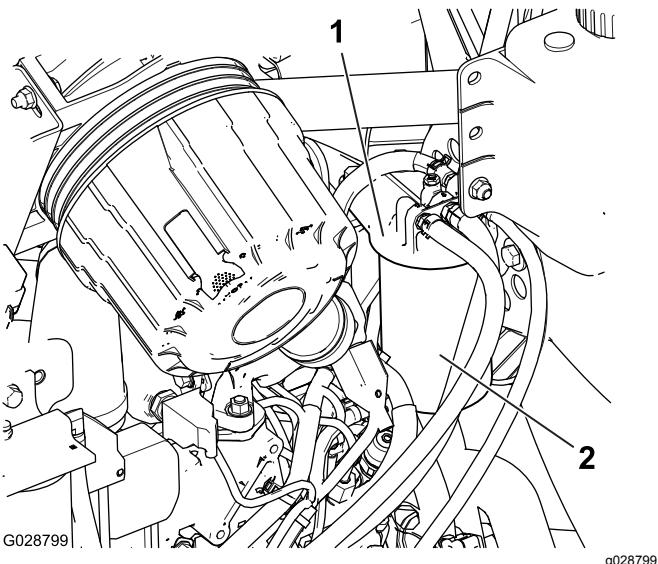

Figura 90
- Pulite le superfici circostanti la testa del filtro del carburante (Figura 90).
- Togliete il filtro e pulite la superficie di montaggio della testa del filtro (Figura 90).